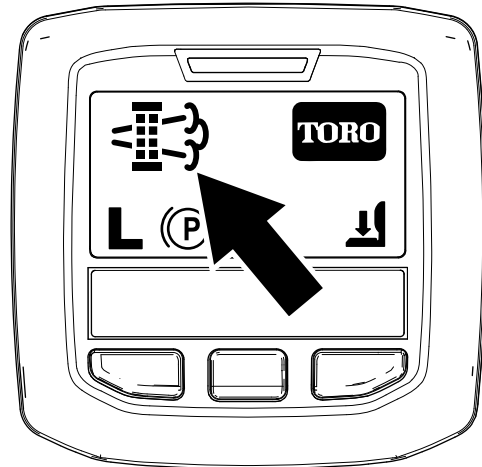

図 48
- 駐車再生やリカバリ再生が必要になると、インフォセンターに再生要求アイコン 図 48 が表示されます。